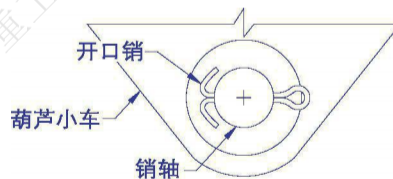

图6F. 安装开口销
- 6.17 折弯开口销(图 6F)
如图所示折弯开口销（图 6F）。如果开口销发生裂纹或疲劳现象，必须将其更换。